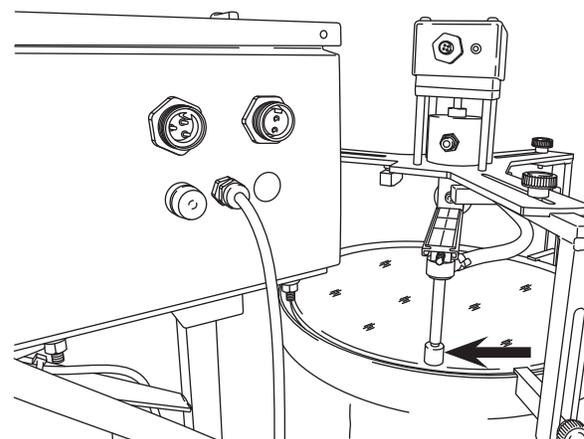

Figure 10
3. Faites tourner manuellement le disque d'entraînement dans le sens antihoraire jusqu'à ce que la buse et la rondelle se trouvent aussi près du bord externe du substrat du DPF que possible. Reportez-vous à la Figure 10.